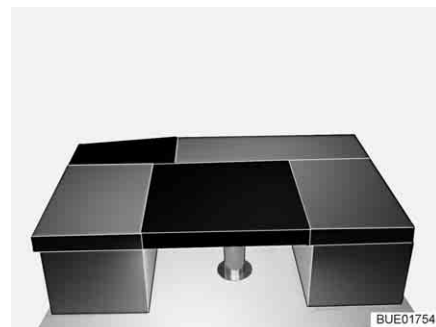

Fig. 141 Después de la transformación
- Colocar el cojín adicional rectangular en la mesa (entre los cojines de asiento de los bancos, véase Fig. 141).